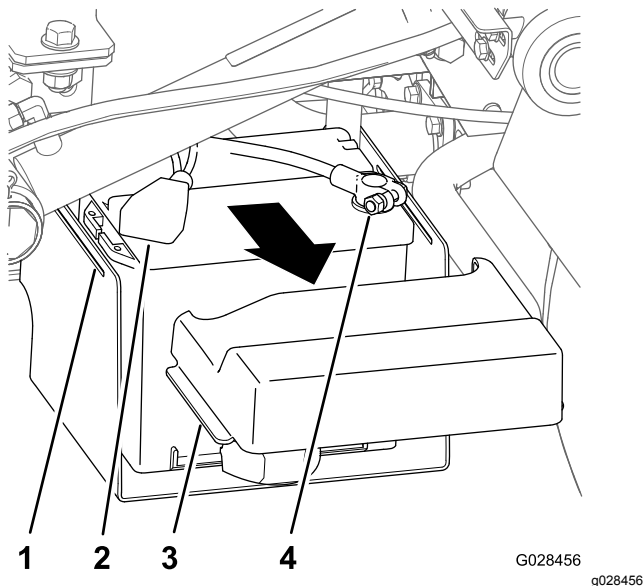

図 15
1. バッテリーカバーを両脇からたわめて、タブをバッテリーベースから外し、カバーを取り外す 図 15。
2. カバーをスライドさせて、バッテリーから、マイナスケーブルを外す。 図 15
3. バッテリーのプラス端子からケーブルを外す (図 15)。